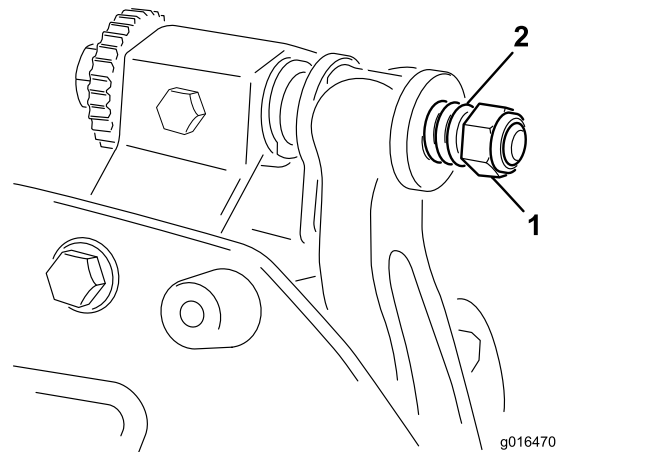

图24
6. 旋紧弹簧加压螺母，直到弹簧完全压紧，然后往回松开  $1/2$  圈（图24）。